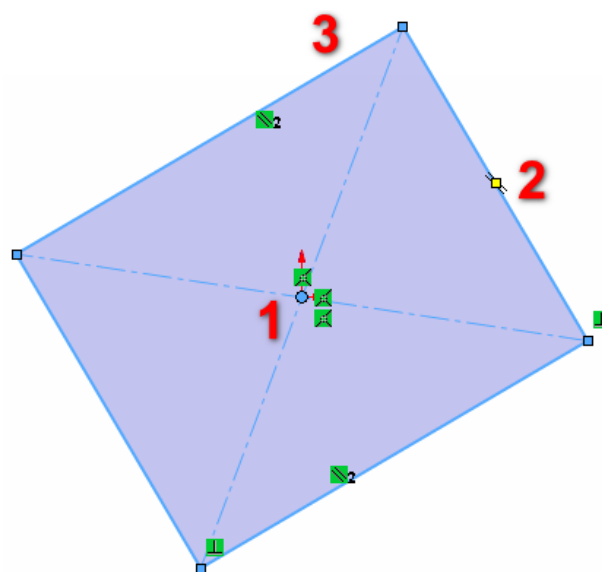

Рисунок 21 – Прямоугольник через 3 точки из центра
Данный прямоугольник также строится с помощью трех точек. Ставим первую точку в начале координат (1), она определит центр прямоугольника, следующая точка (2) определяет длину прямоугольника и направление, третья точка определяет его ширину (3), рисунок 21.